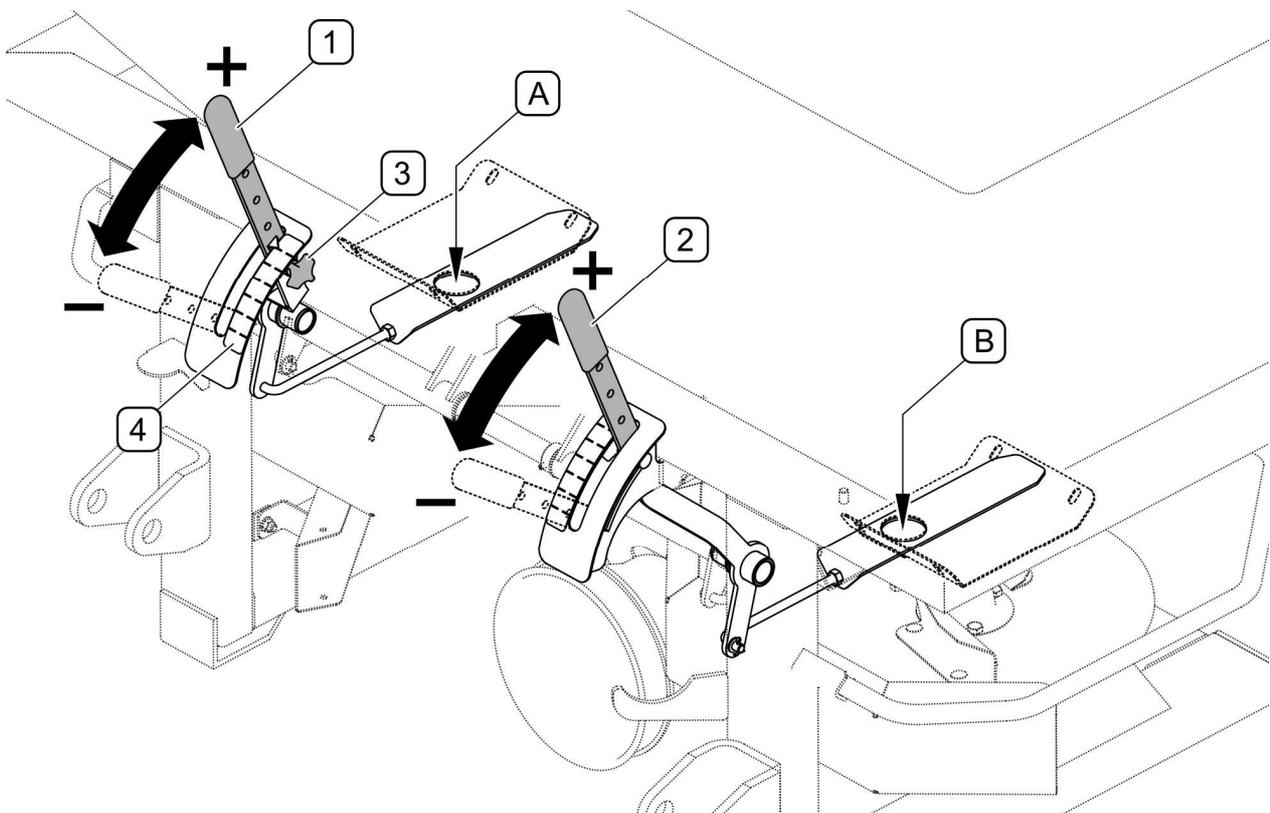

РИСУНОК 4.5 Регулирование дозы и направление разбрасывания удобрений
Для регулировки дозы внесения удобрений служат рычаги (1) и (2), которые при помощи тяговых элементов изменяют положение заслонок по отношению к дозирующим отверстиям (А) и (В). Рычаг (1) предназначен для изменения дозирующего отверстия (А), а рычаг (2) - для изменения отверстия (В). Передвижение рычага (1) или (2) в направлении "+" (к бункеру) (РИСУНОК 4.5) открывает заслонки и тем самым увеличивает дозу внесения удобрений. В крайнем положении "-" регулирующий рычаг полностью закрывает заслонки дозирующих отверстий.